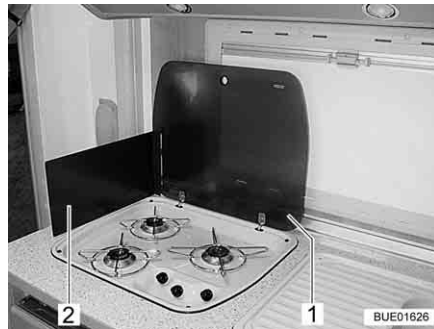

Fig. 206 Réchaud à gaz
- Ouvrir le couvercle du réchaud à gaz (Fig. 206,1).
- Selon le modèle, relever la protection pare-flammes (Fig. 206,2) ou la mettre en place.